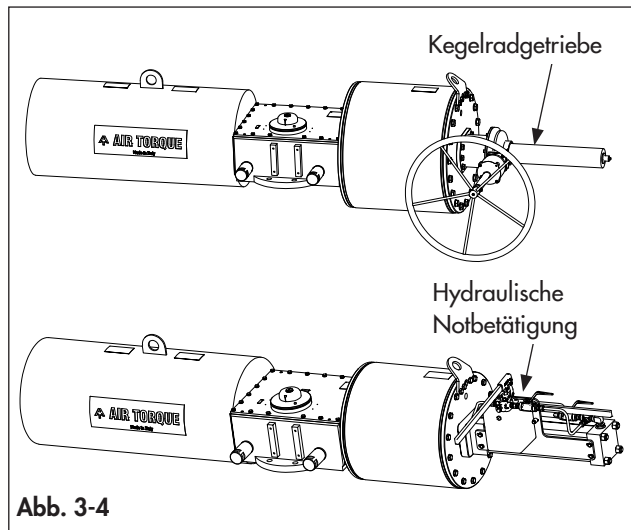

Abb. 3-4
- Bei einem Kegelradgetriebe werdender Stellantrieb und das Ventil über ein Handrad betätigt. (Abb. 3-4)
- Bei einer hydraulischen Notbetätigung werden der Stellantrieb und das Ventil mittels einer Handpumpe betätigt. (Abb. 3-4)